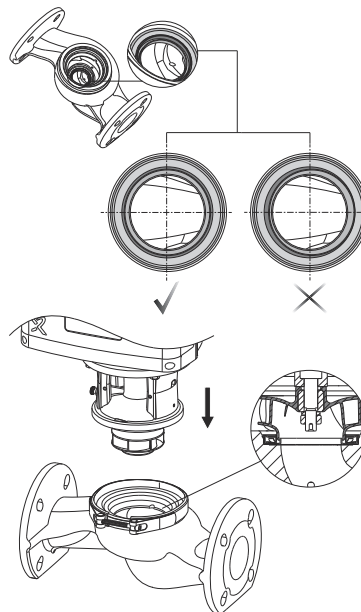

**Рис. 5** Установка щелевого уплотнения
7. Установите неподвижную часть уплотнения вала (105) на вал. Не прикасайтесь пальцами к поверхности уплотнения.
8. Запрессуйте неподвижную часть уплотнения вала с помощью выколотки (J).
9. Установите монтажную втулку (I) на вал насоса.
10. Распылите воду на подвижную часть уплотнения вала (105).
11. Запрессуйте неподвижную часть уплотнения вала с помощью выколотки (J).
12. Снимите монтажную втулку (I).
13. Установите регулировочную прокладку (100) на вал насоса (51).
14. Установите шпонку (11b) и рабочее колесо (49) на вал насоса (51).
15. Установите шайбу (66a) и гайку рабочего колеса (67).
16. Удерживая рабочее колесо (49) ленточным ключом (L), затяните гайку рабочего колеса (67). См. раздел 4. *Крутящие моменты*.
17. Установите новое щелевое уплотнение (45) с помощью выколотки (K). См. рис. 5.